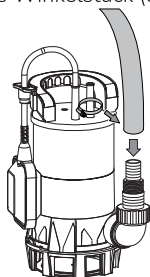

Abb. 2
4. Schieben Sie den Schlauch (Innendurchmesser 25 mm oder 32 mm) bis zum Anschlag auf das Reduzierstück (7) (siehe Abb.2).